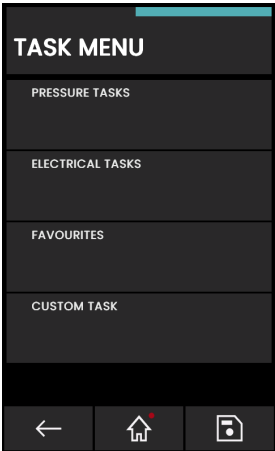

Abbildung 3-4: Aufgaben-Menü
1. Wähle **im Aufgabenmenü** BENUTZERDEFINIERTE AUFGABE **aus** (siehe **Abbildung 3-4 auf Seite 37**). **Hier wird der AUFGABEN-EINSTELLUNGSBILDSCHIRM** angezeigt.